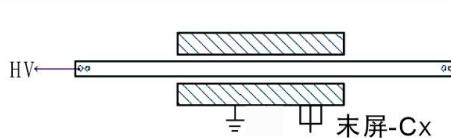

图 6-8 套管正接法
(1) : 正接法、电压为 10KV、解开末屏接地、芯棒对末屏 (常用)、接线见图 6-8